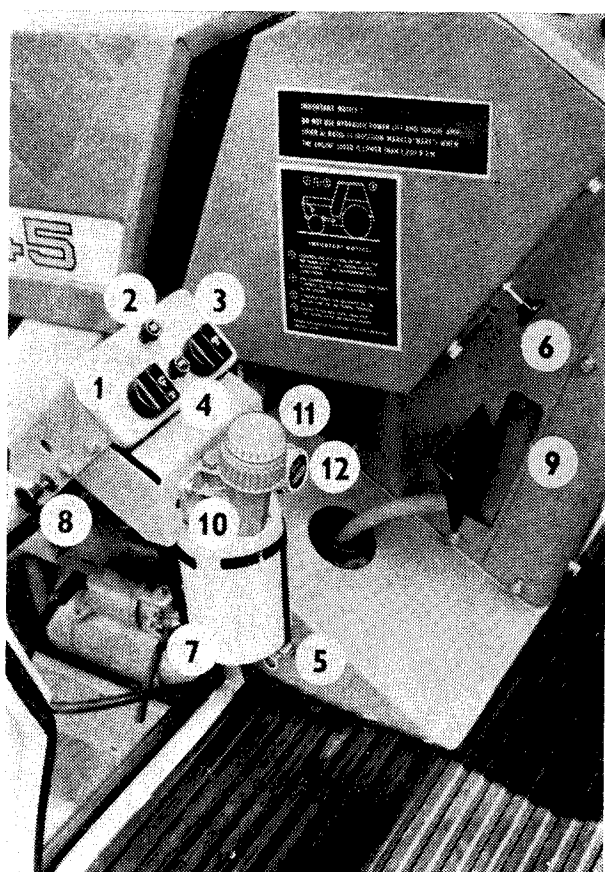

Fig. 3
- Interrupteur de l'essuie-glace avant à deux vitesses (fig. 3/1)
- Interrupteur du plafonier de la cabine (fig. 3/2)
Interrupteur de chauffage et de ventilation de la cabine (fig. 3/3)
- Interrupteur de l'essuie-glace arrière (fig. 3/4)
- Sectionneur de batteries (fig. 3/5). La coupure s'effectue par compression du levier en lui donnant simultanément une fraction de tour à gauche. La manette peut être enlevée.
5. Bouton du lave-glace avant (fig. 3/6) et le réservoir du liquide à laver (fig. 3/7).